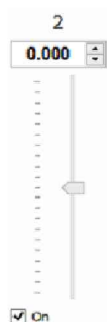

Рисунок 19 – Включение тока смещения цепочки микросхемы ВТСП
- выключите ток смещения, убрав галочку в квадратике под регулятором тока смещения (рисунок 19);